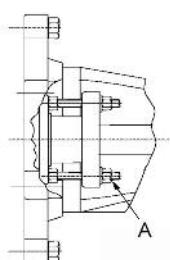

FIG. 7
10. Se necessario, il premitreccia del premistoppa può essere leggermente riserrato con l'ausilio di dadi (**A FIG. 7**).